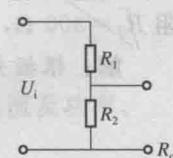

图 1-15
2. 如图 1-15 所示，已知 $R_1 = 12 \Omega$ ， $R_2 = 18 \Omega$ ，输出电压 $U_o = 3 \text{ V}$ ，求输入电压 U_i 。